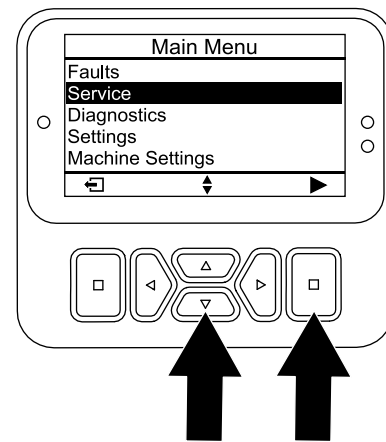

Figure 166
5. Appuyez sur le bouton vers le bas jusqu'à ce que l'option ENTRETIEN soit sélectionnée, puis appuyez sur le bouton de sélection (Figure 166).